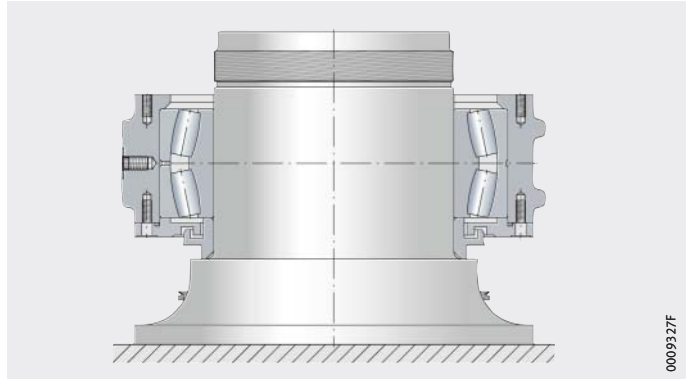

Bild 12
- Das erwärmte Lagergehäuse über das abgekühlte Pendelrollenlager schieben, coaxial fluchtend zur Welle, *Bild 12*. Der Gehäusedeckel und der Labyrinthring dürfen dabei nicht beschädigt werden.